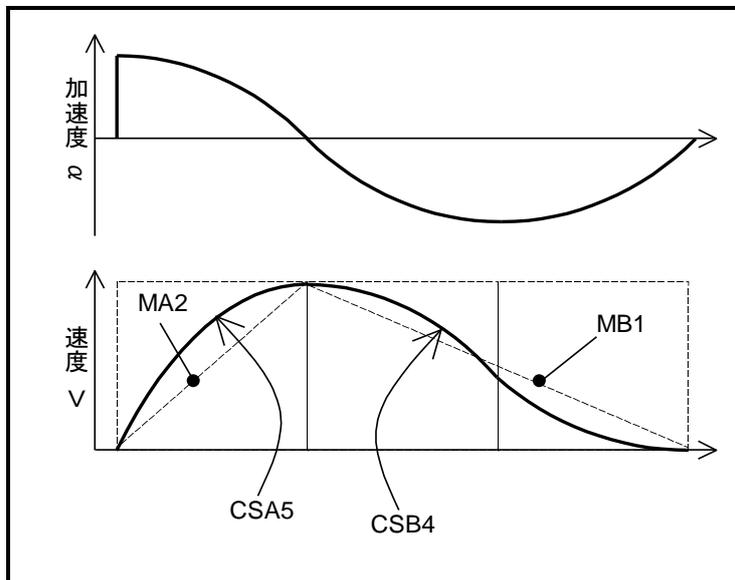

図 8-14：カム曲線駆動と加減速度設定例
- 位置決めコマンドにおける加速・減速を「図 8-14：カム曲線駆動と加減速度設定例」のように設定します。